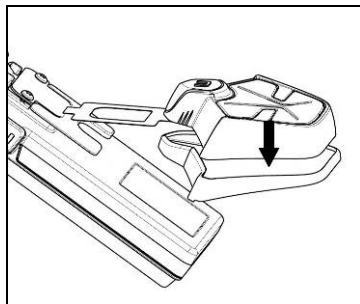

Fig. 5
- Vrid adaptern tills den är i horisontell position som ESS-systemet och tryck de två delarna mot varandra tills de sitter fast vid varandra (Fig. 5);